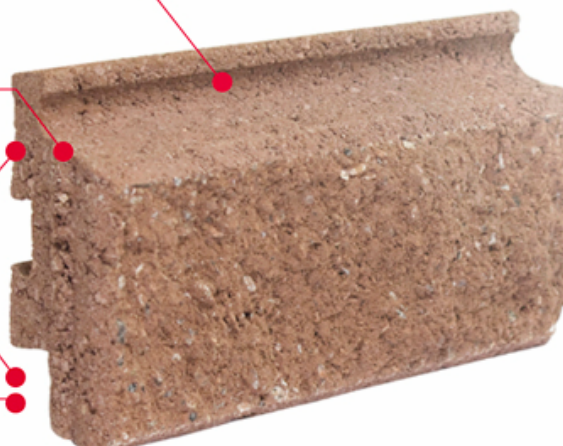
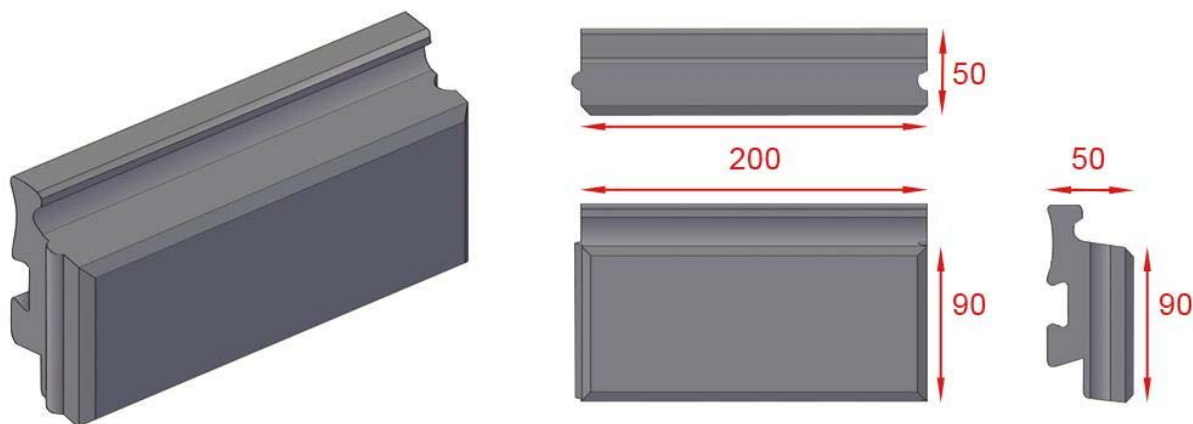

Рис. 2.1.1.: Polarik – конструкционные особенности
Рис. 2.1.2.: Polarik – основные размеры
- 2.2. Конструкционные особенности камня и основные размеры представлены на рис. 2.1.1 и рис. 2.1.2